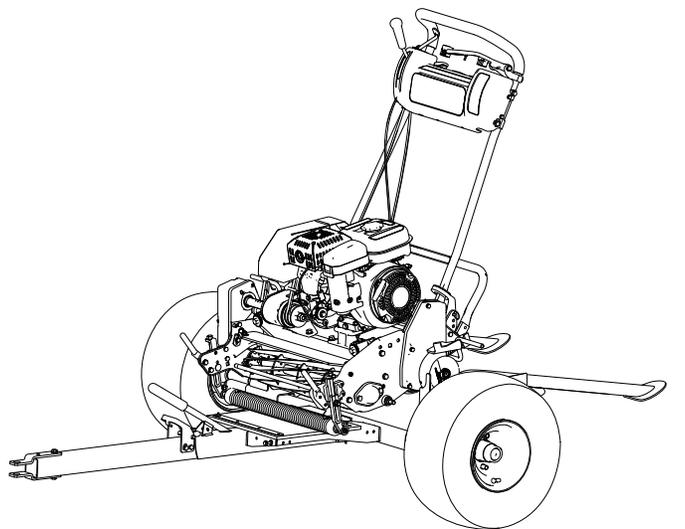

Figura 12
3. Retire o cesto do cortador, desengate a transmissão do cilindro e mova o acelerador para a posição mais lenta. Conduza **lentamente** o cortador para o reboque até que os batentes da roda entrem em contacto (Figura 12).